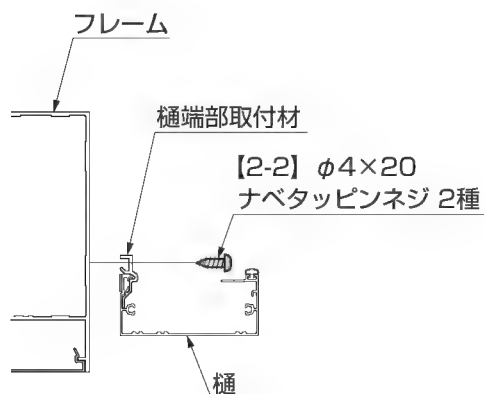

図2-11 B部詳細図端部
- ④ 樋端部取付材をフレームに【2-2】で固定してください。(図2-11参照)